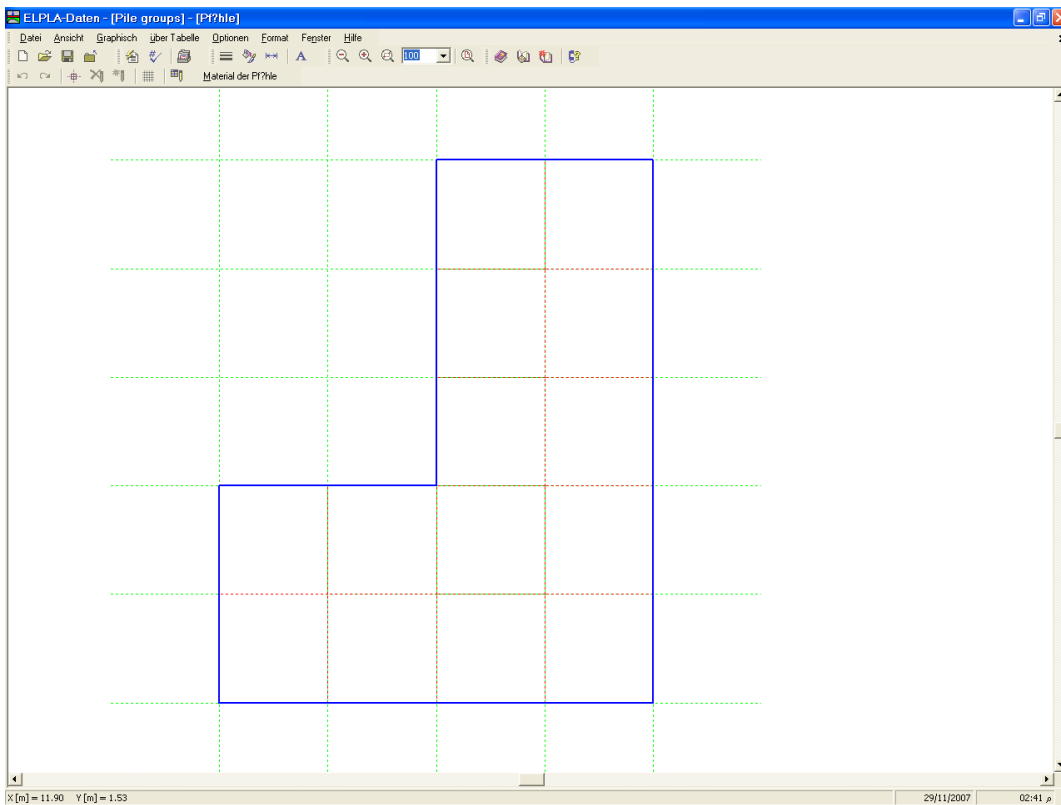
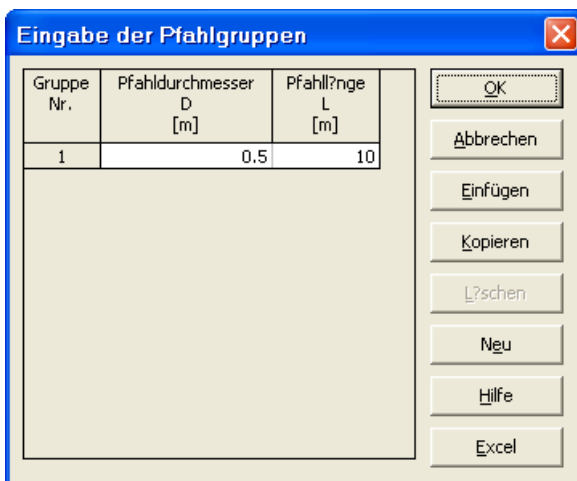

Bild 11-16 Eingebettetes Programm "Pfähle"
Bild 11-17 Eingabe der Pfahlgruppen
- Wählen Sie "Pfähle" aus dem "Daten"-Menü des *ELPLA-Daten*-Fensters. Das folgende eingebettete Programm im Bild 11-16 erscheint
Um die Pfahlgruppen mit gleichen Pfahldurchmessern und Pfahllängen einzugeben, wählen Sie "Pfahlgruppen" aus dem Menü "über Tabelle" im Fenster von Bild 11-16. Das folgende Listenfeld im Bild 11-17 erscheint, um Pfahldurchmesser und Pfahllängen zu definieren.
Um das Material der Pfähle einzugeben, wählen Sie "Material der Pfähle" aus dem Menü "über Tabelle" im Fenster von Bild 11-16. Die Dialogbox im Bild 11-18 erscheint. Schreiben Sie 0 in das Textfeld "Wichte des Pfahlbetons", um das Eigengewicht des Betons zu vernachlässigen.
- Wählen Sie "Knoten markieren" aus dem Menü "Graphisch" im Fenster von Bild 11-16